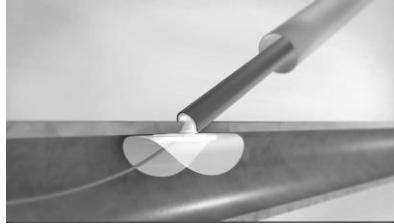

Figure 13. Position de la tamponnade, implant juxtaposé à l'artérotomie.
- Continuer à retirer le dispositif d'une graduation et demie (soient trois graduations et demie au total). À ce stade, une légère résistance tactile pourra être ressentie. Elle correspond à l'ancre de l'implant contre la lumière interne de la paroi artérielle. Il s'agit là de la position de tamponnade. L'implant contrôle désormais les saignements provenant de l'artérotomie. Figure 13.